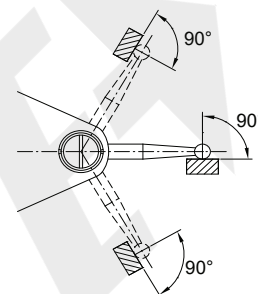
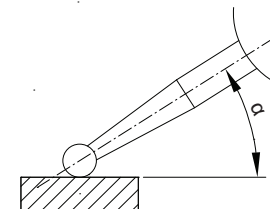

fig.4
fig.5
2. Durante a medição, os estiletes devem estar na vertical em relação à direção da medição (fig. 4). Quando o estilete estiver em ângulo com a direção da medição (fig. 5), deve ser feita a seguinte correção.